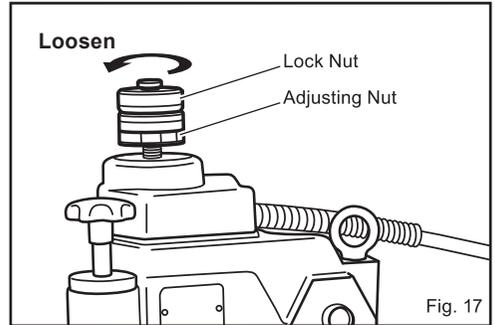

Fig. 17
1. Loosen the lock nut. (Fig. 17)